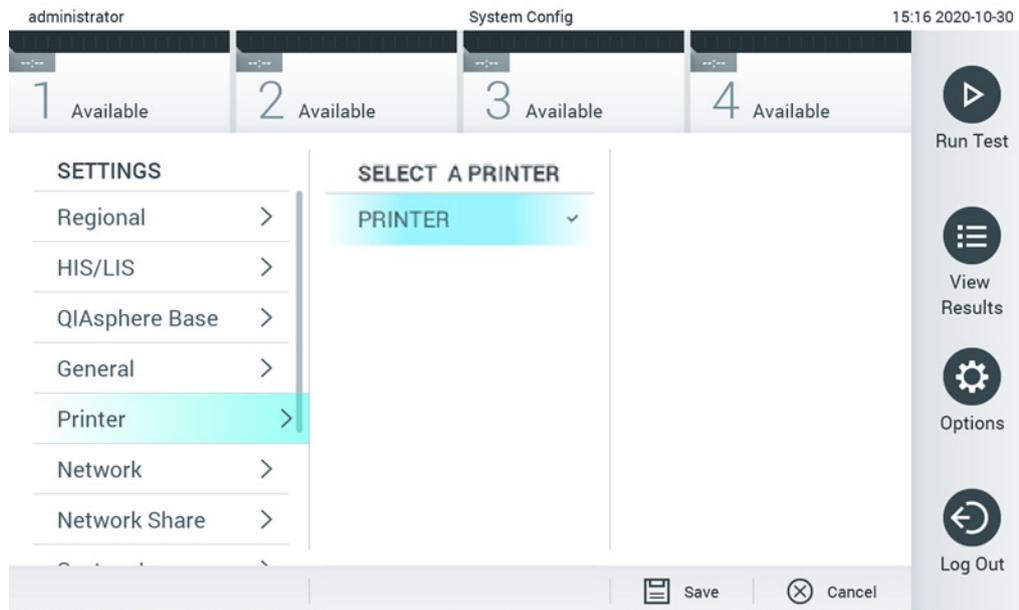

Figura 67. Seleção de uma impressora do sistema.
3. Selecione uma impressora a partir da lista de impressoras disponíveis (Figura 67).